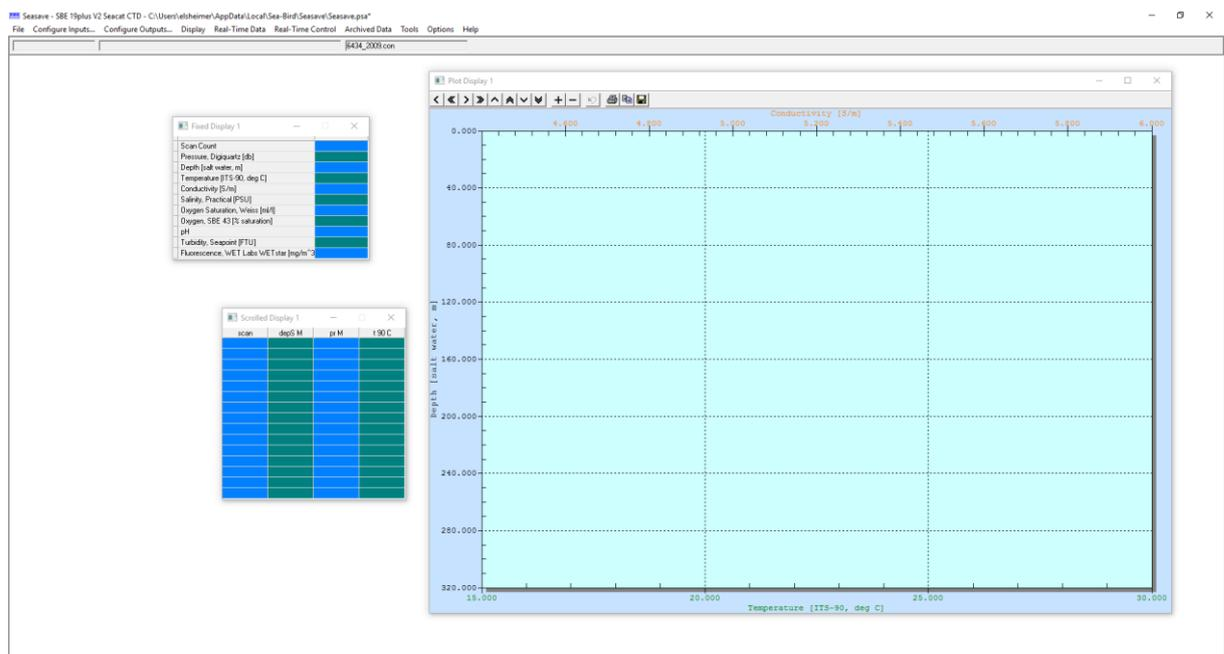

Abb. 2. Default setup für Seasave Deckunit (Seasave_7_23.2.psa)
1. Unter **File** → **Open Setup File** → **D:\Ozeanograf_Daten\SBxxx\PSA_Files** den zur Sonde passenden .psa-File öffnen (Abb. 2, Seite 7) oder eigene Setting-Datei erstellen (s. Seasave Display Einstellungen, Seite 18)